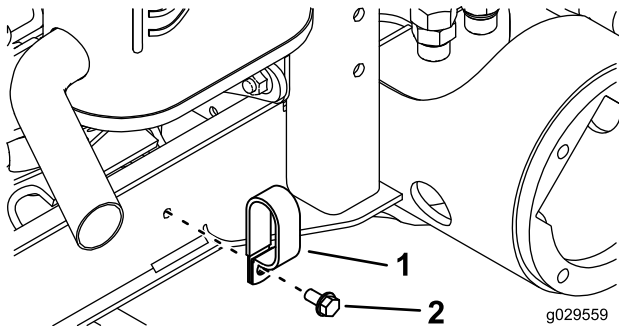

Figura 2
1. Rimuovete il bullone che fissa la fascetta stringitubo al telaio sul lato destro della macchina (Figura 2).